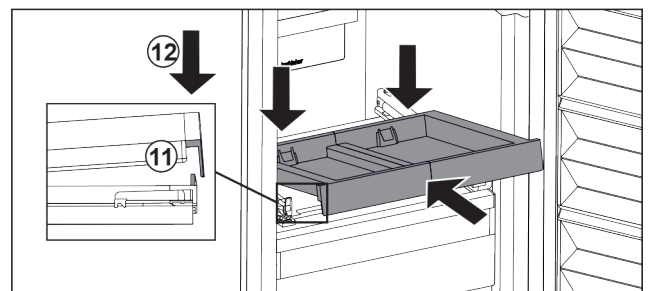

Fig. 173
- Inserire in modo inclinato. Assicuratevi che l'arresto sia dietro la linguetta su entrambi i lati. Fig. 173 (11)
- Abbassare il ripiano estraibile nella parte anteriore. Fig. 173 (12)